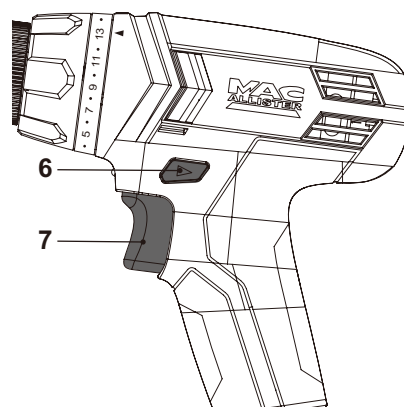

Fig. 14
- > Allumez l'appareil en appuyant sur le bouton Marche/Arrêt [7] (Fig. 14).
- > Relâchez le bouton Marche/Arrêt [7] pour éteindre l'appareil (Fig. 14).